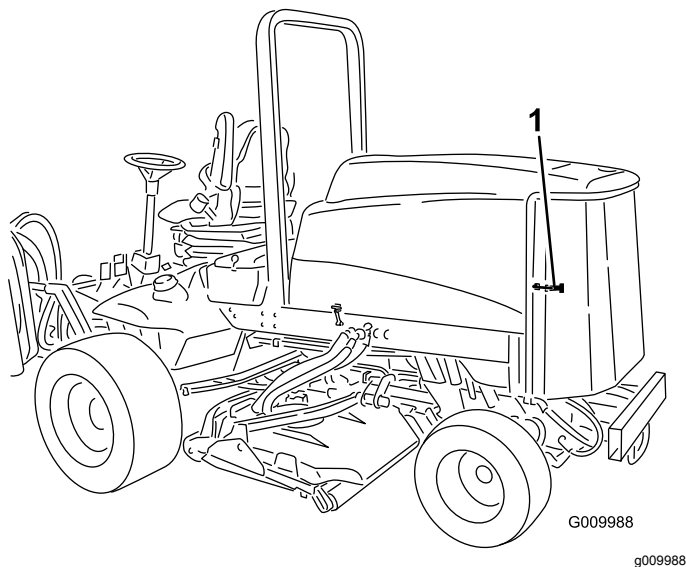

Figura 45
1. Destranque e abra o painel traseiro (Figura 45). Limpe cuidadosamente os detritos do painel.